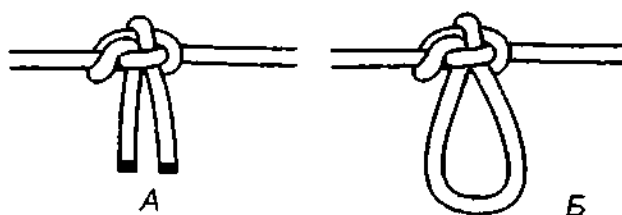

Рис. 780. Крестьянский узел и крестьянская петля.
**Крестьянский узел** – надёжный, крепкий узел неопределённой формы без выраженной симметрии (рис. 780). **Крестьянский узел** туго не затягивается, не ослабляет прочность троса и после любой нагрузки легко развязывается.